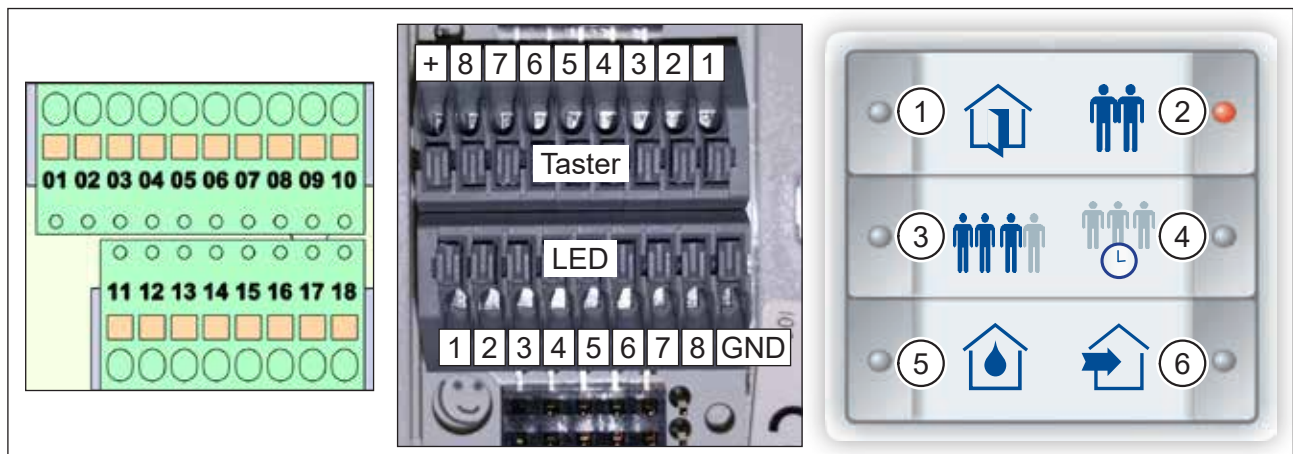

Abb. 28: Klemmenblöcke am Lüftungsgerät, Klemmenblöcke Tastsensor InControl, Einlegeblatt
- ▶ Legen Sie nach der Verdrahtung das Einlegeblatt (Abb. 28) in den Tastsensor InControl.